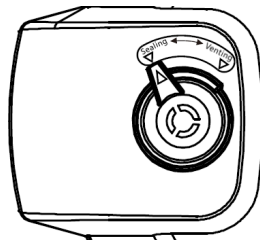

Figura 15
4. Posizionare la valvola di sicurezza (3) in posizione di "tenuta" e assicurarsi che la valvola di sicurezza (4) scenda.
5. Quando si imposta la valvola limitatrice di pressione (3) in posizione di "tenuta" o "sfiato", allineare il segno sulla valvola limitatrice di pressione (3) con la freccia sull'impugnatura (1), come mostrato nella Figura 15.